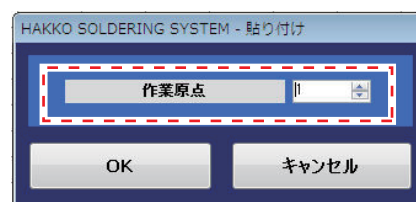

図 7-55
- ③ 基板 No. 1 のはんだ付けプログラムが完成した後、基板 No. 1 のはんだ付けプログラムをコピーします。コピーしたはんだ付けプログラムを貼り付ける時に作業原点を入力します (図 7-55 参照)。基板 No. 2 の時は作業原点 2 を、基板 No. 3 の時は作業原点 3 を選択します。